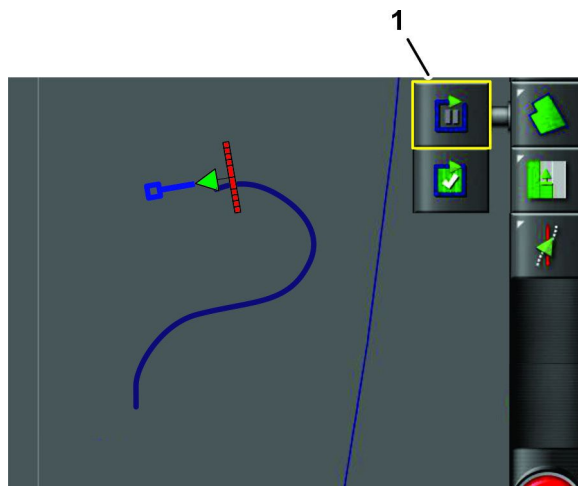

Figure 42
- Appuyez sur l'icône PAUSER L'ENREGISTREMENT DE LIMITE DE CHAMP (Figure 42).